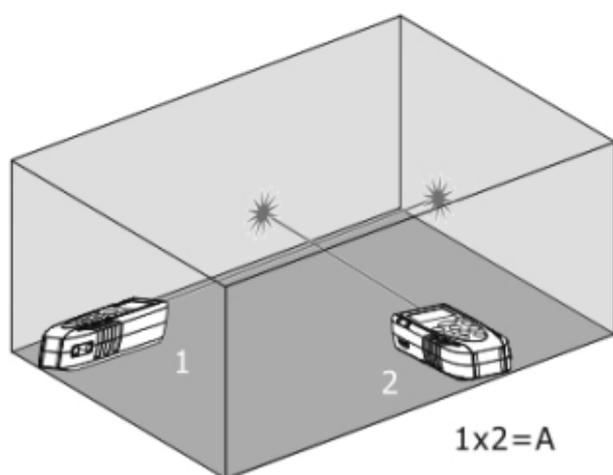

Abb. 5: Beispiel von Oberflächenmessung
3. Drücken Sie die  Taste zur Durchführung der ersten Messung (Länge) der betroffenen Oberfläche (siehe Fig. 5). Der entsprechende Wert erscheint auf dem ersten Teildisplay. Das Symbol "" erscheint auf dem Display mit blinkender Seite "2".
4. Drücken Sie die  Taste erneut zur Durchführung der zweiten Messung (Breite) der betroffenen Oberfläche (siehe Fig. 5). Der entsprechende Wert erscheint im zweiten Teildisplay und der (aktualisierte) Gesamtwert der Oberfläche erscheint im Ergebnisdisplay.